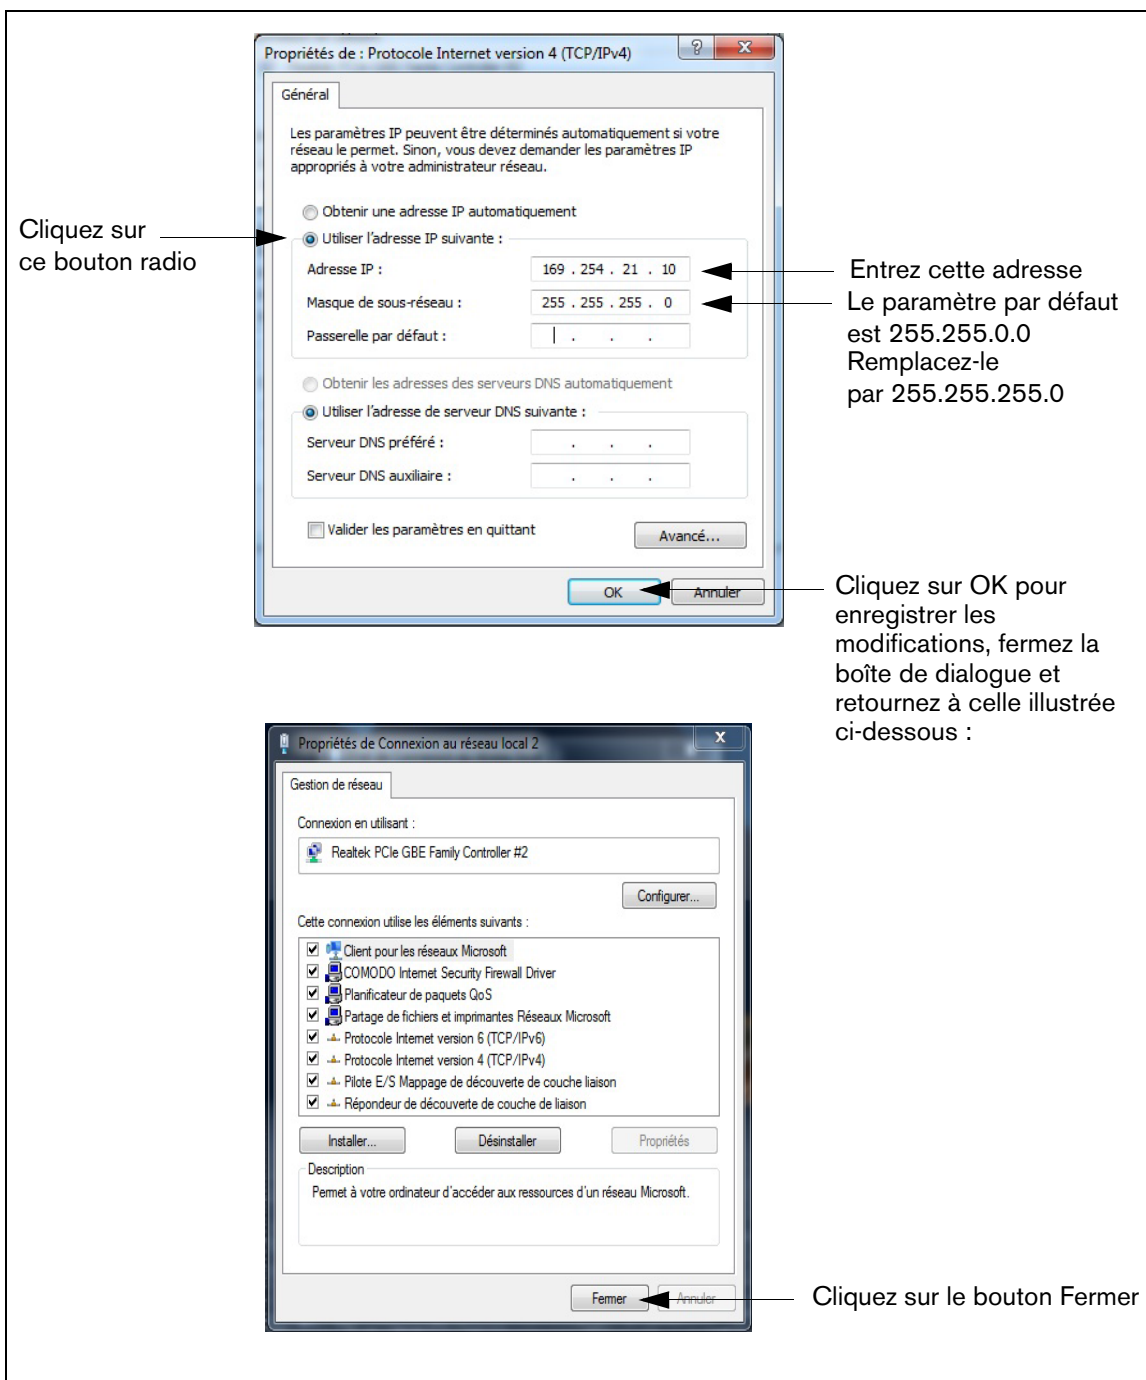

Figure A-3. Sélections de la boîte de dialogue des propriétés du protocole Internet version 4 (TCP/IPv4)
5. Lorsque la boîte de dialogue des propriétés du protocole Internet version 4 (TCP/IPv4) apparaît, procédez aux sélections illustrée à la Figure A-3.